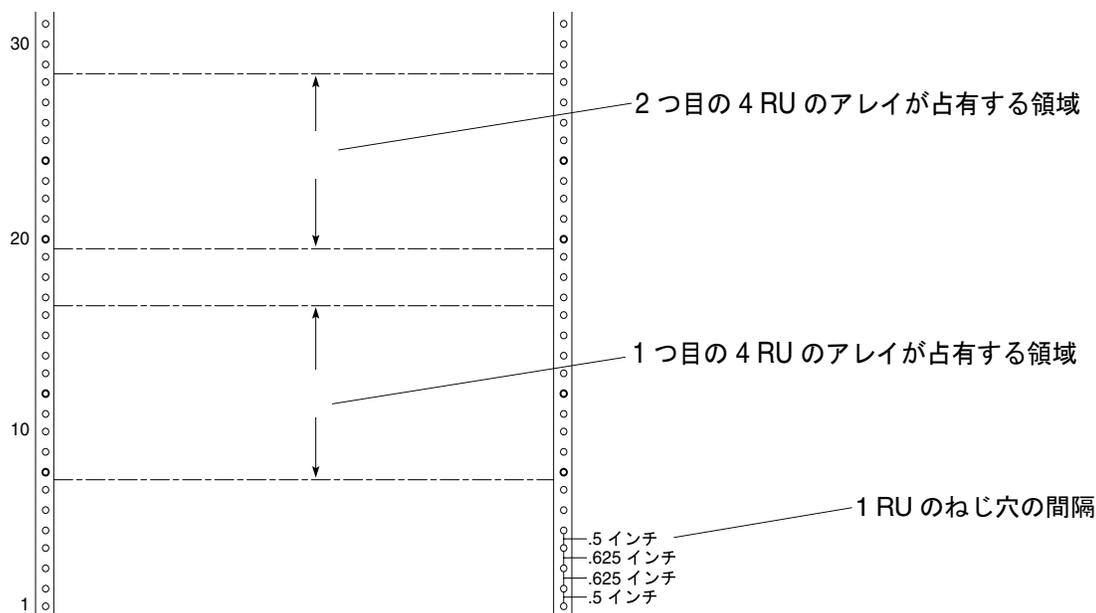

図 1 キャビネットのねじ穴および RU の間隔と番号
縦方向の取り付け間隔は、ラックユニット (RU) で定義されます。Sun StorEdge D2 アレイの高さは、4 RU です。1 RU は 4.44 cm (1.75 インチ) で、1 RU を構成する取り付け用ねじ穴の繰り返しパターンにおいて、その穴の間隔を合計したものです (1.27 cm (0.5 インチ) + 1.59 cm (0.625 インチ) + 1.59 cm (0.625 インチ))。RU の境界は、1.27 cm (0.5 インチ) の間隔があいている穴と穴の真ん中になります。図 1 の右下に、1 RU のねじ穴の間隔を示します。
ねじ穴には下から順に番号が付いていて、金属部分には 1 から始まって 10 個おきの番号が記されています (図 1 を参照)。キャビネットの正面および背面、側面にある金属製の取り付けレールのねじ穴の番号は、すべて同じです。また、図 1 で示すように、アレイはキャビネットの下から順番に取り付けます。
アレイを取り付ける順番。アレイはキャビネットの下から順に取り付け (図 1 を参照)、1 つ目のアレイが 1、2 つ目のアレイが 2 になります。